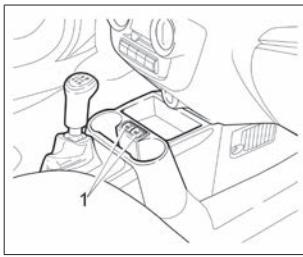

Рис. 10. Выключатели обогрева
**В вариантом исполнении** передние сиденья оборудованы электрическими подогревателями, которые включаются при работающем двигателе выключателями 1 (рис. 10).